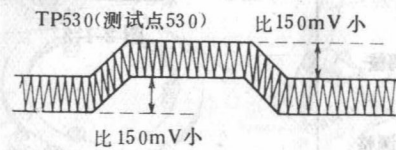

图 2-1-7
- 调节 R552,使纹波电压最小(小于 150mV)(图 2-1-7)。